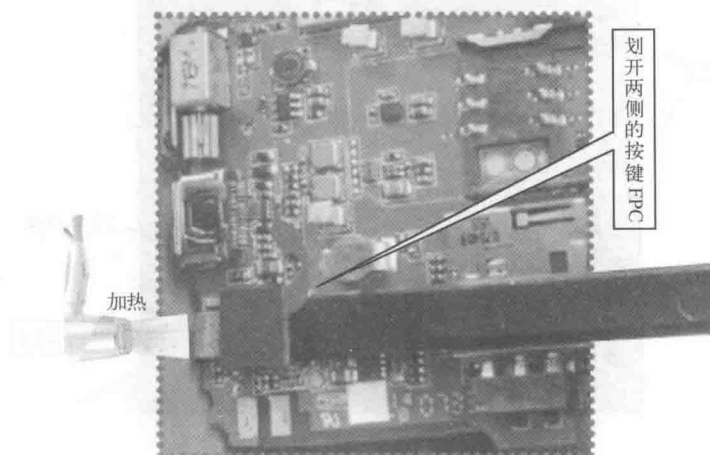

图 1-5 取下按键 FPC
(1) 首先松开按键 FPC 的连接器，并用电吹风对按键 FPC 进行加热，以减少 FPC 背胶的黏性。然后用撬棒划开两侧的按键 FPC，即可取下按键 FPC，如图 1-5 所示。